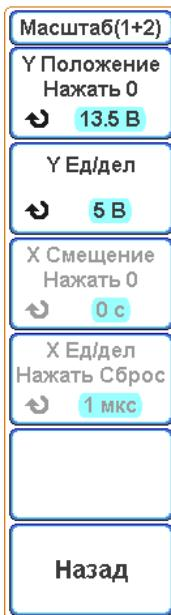

Рисунок 6.12 – Экранное меню «Масштаб (1+2)»
- нажать экранную кнопку «Масштаб», если необходимо выбрать масштаб результата математической операции по вертикали или горизонтали. При этом откроется подменю «Масштаб» (рисунок 6.12);
- Нажать экранную кнопку «Масштаб» в меню «Математика», чтобы перейти в подменю «Масштаб» (рисунок 6.12);